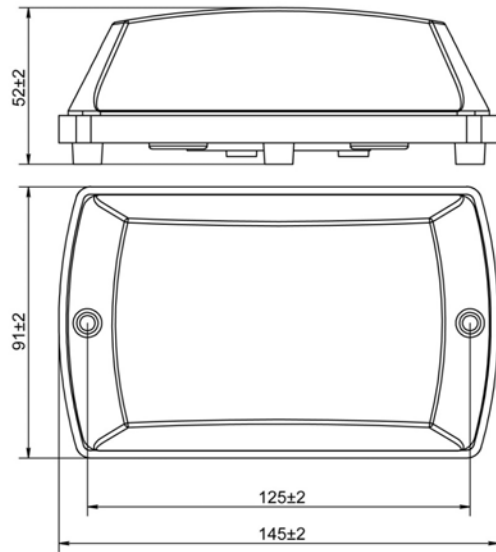

Рисунок 1
- произвести разметку крепления (рисунок 1 приложения);